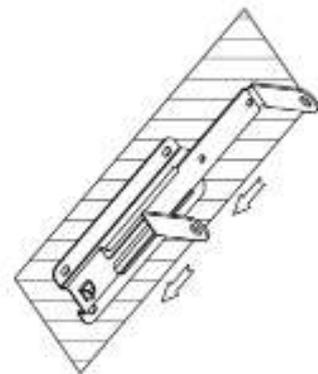

Рис. 3
4. Наденьте катушку на кронштейн, затем закрепите ее винтом 6x10 мм. (см. Рис.3).